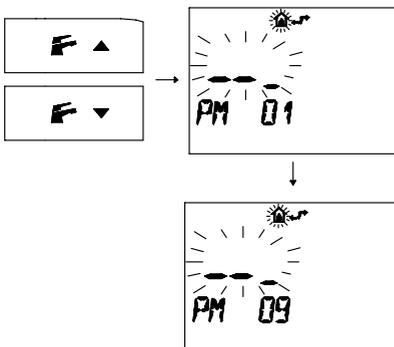

Figura 9.14
- Premere i pulsanti **F** **▼** o **F** **▲** per visualizzare la programmazione "PM 09" modo spazzacamino (Figura 9.14)